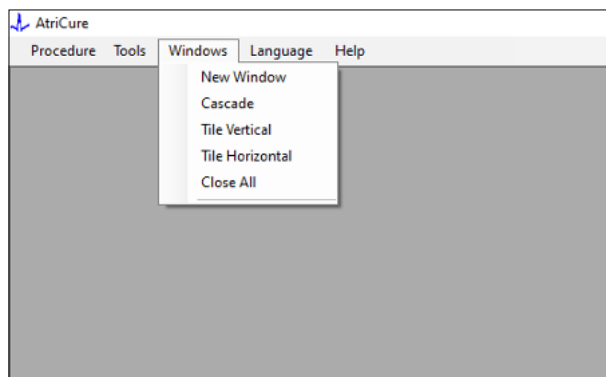

Figura 10: Opções para organizar as Janelas no software
- Ao selecionar Janelas, irá abrir a seguinte janela (consulte a **Figura 10**):